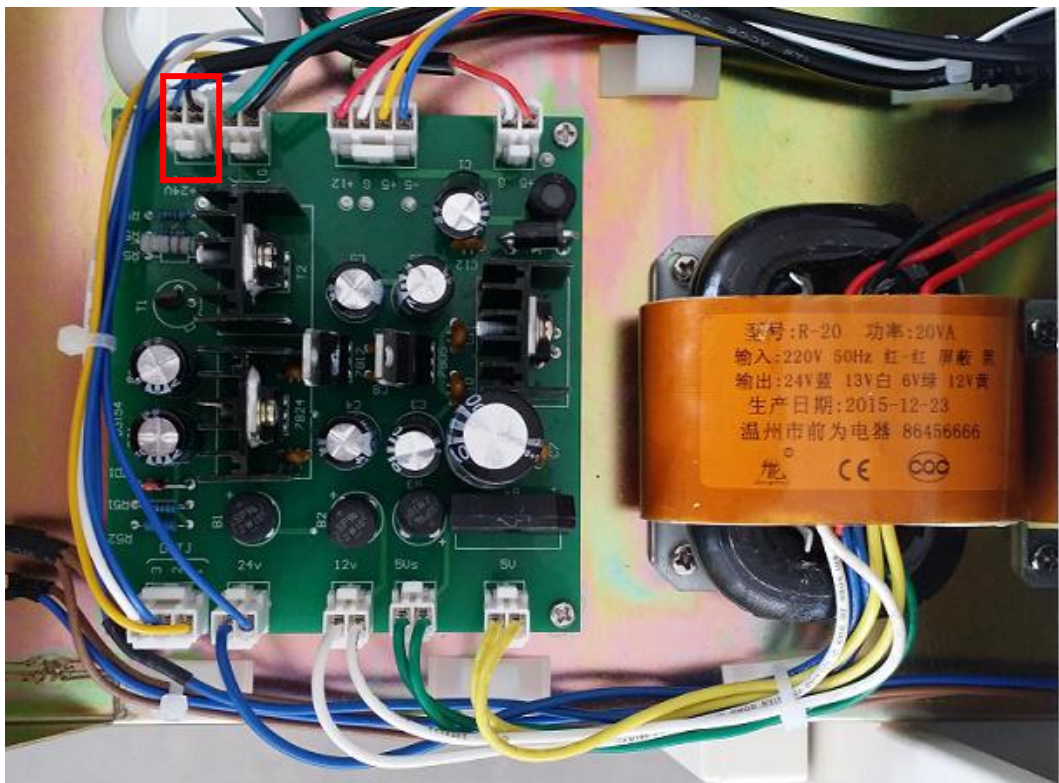

图 26
第一， 确认抑制器供电线电极位置是否正确，正确位置如图 26 所示；
第二， 用一个 SHY 电流检测器代替抑制器接入抑制器供电线，测量两端电压，此处电压为直流电压，所以在测量时需要将万用表放在直流挡位，如果电压测量值与理论值（理论值=电流×电阻）相近则说明供电线没问题；如果差距较大，则说明供电有问题，此时则需要进一步测量仪器电源板上的插脚的电压（如图 26）；如果插脚上电压正常，则说明供电线出现问题，则需要更换新供电线，同时可用万用表测量有问题的供电线的通断；
(1) 确认两根电极线相对位置是否正确，正确位置如图 26；
(2) 如果位置正确，则需要查看显示的电流值是否与设定值相对应；
(3) 将抑制器取下接上 **SHY 电流检测器**，电流调到 75mA，用万用表量取抑制器供电线两端的电压看是否接近理论值（理论值=电流×电阻）；
(4) 如果供电异常则按照步骤 3.1.2 (二) (1) ④进行故障排除；